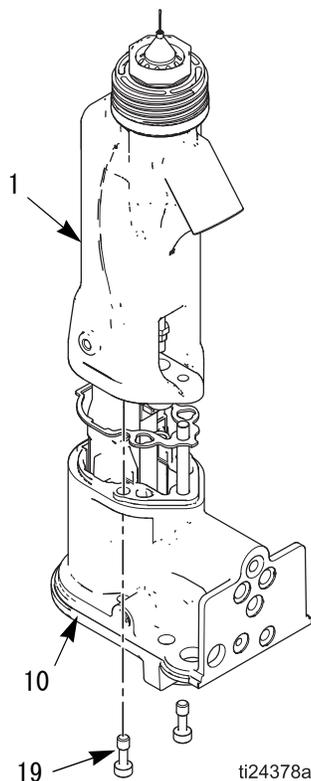

図 34. バレルの取り外し
4. 2 本のネジ (19) をゆるめます。図 34 を参照してください。
5. 片手でガン本体 (10) を持って、真っすぐに本体からバレル (1) を引き抜きます。図 34 を参照してください。